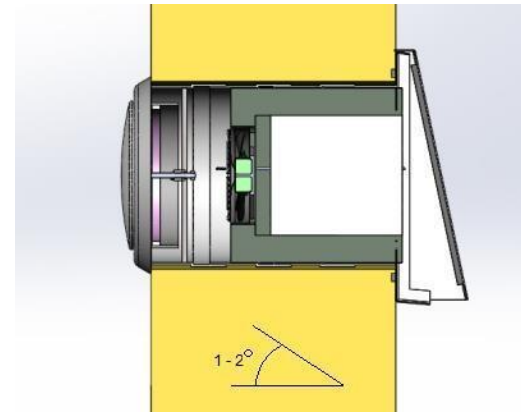

Рис.4
- Під час свердління отворів в стіні **нахил назовні повинен бути близько 1-2%** (рис. 4)